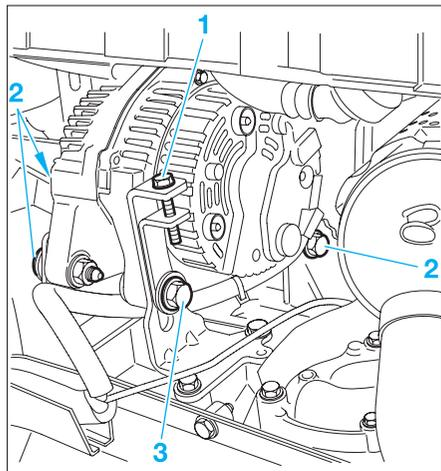

FIG. 17
- Desserrer (Fig. 17) :
- les vis (2).
- la vis (3).
- la vis de tension (1).